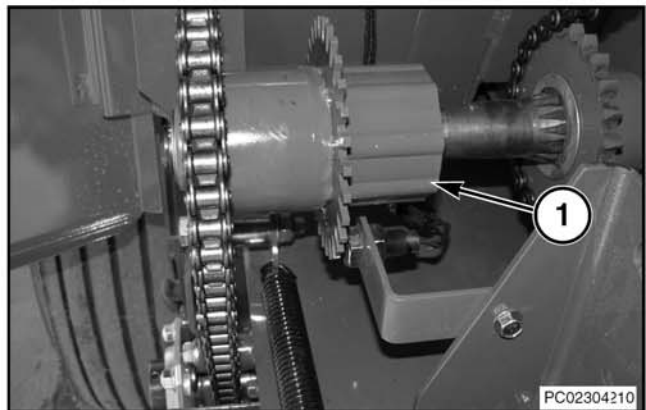

FIG. 11
Fig. 11: el cabezal pickup y el embutidor están protegidos de la sobrecarga por un embrague de perno radial. (1). Este embrague salta cuando se produce una sobrecarga.